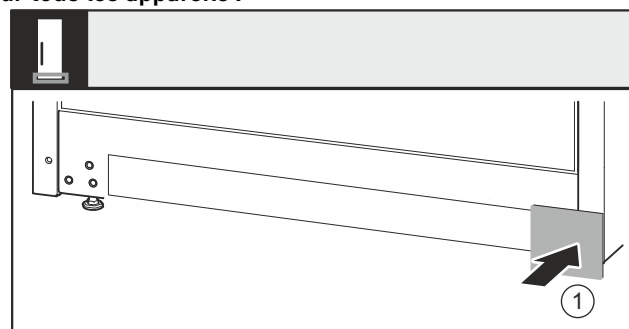

Fig. 25
- Remettre le cache Fig. 25 (1) en place de l'autre côté.